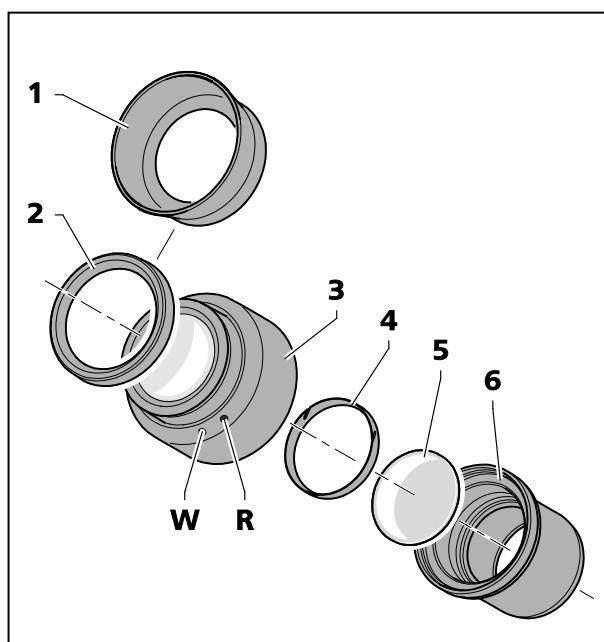

Fig. 16 Inserire il microscopio oculare
Gli oculari sono dotati di anelli di protezione di gomma per evitare graffi sugli occhiali. A scelta, gli stessi possono essere sostituiti con paraocchi rovesciabili (Fig. 16/1).
- A questo, togliere gli anelli di protezione per gli occhiali (Fig. 16/2) dagli oculari e adattare i paraocchi (Fig. 16/1).
- Svitare il pezzo a diaframma (Fig. 16/6) per toglierlo dall'oculare (Fig. 16/3).
- Togliere l'anello di sicurezza (Fig. 16/4).
- Inserire il micrometro oculare (Fig. 16/5).
Lo spostamento leggero, causato dal cammino ottico addizionale, è preso in considerazione sulla scala diottica attraverso l'indicazione della posizione zero non per mezzo del punto bianco (Fig. 16/**W**), ma tramite il punto rosso (Fig. 16/**R**).